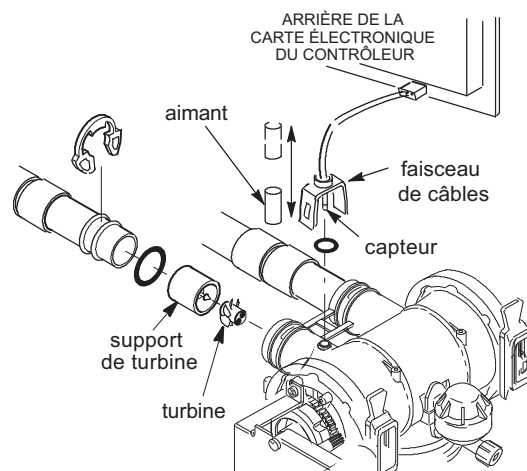

FIG. 104
6. Si l'affichage reste fixe malgré l'ouverture du robinet, tirez le faisceau de câbles de l'orifice de sortie de la vanne (cf. Figure 104).